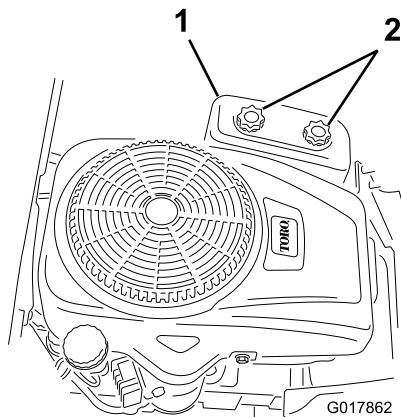

Figura 28
4. Retire la tapa del limpiador de aire desenroscando los 2 pomos (Figura 28).
3. Instale la tapa del limpiador de aire y apriete los dos pomos (Figura 28).